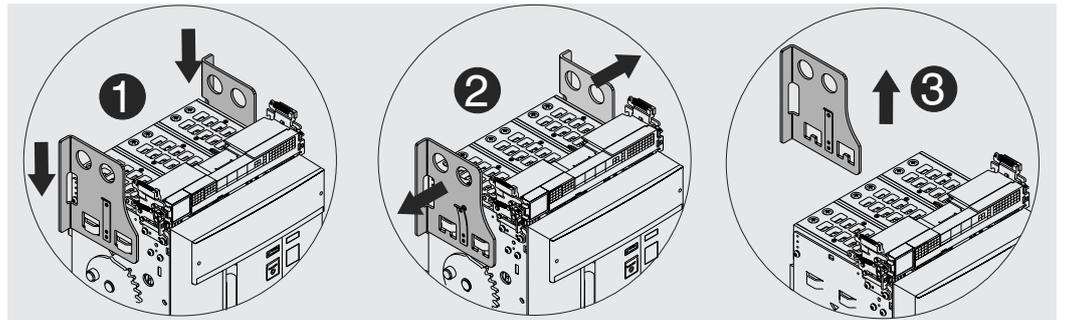

Figura 41
5. Sganciare la linguetta e togliere dalla parte mobile le piastre di sollevamento. Vedi Figura 41.